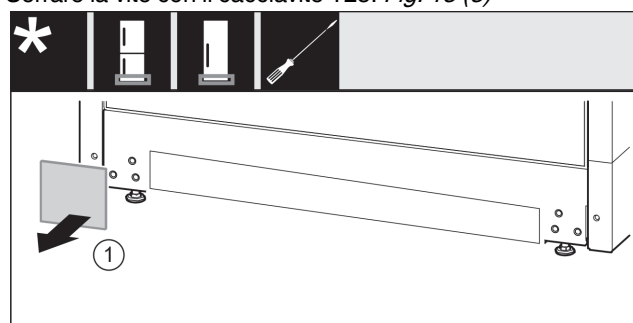

Fig. 14
- Togliere la copertura. Fig. 14 (1)